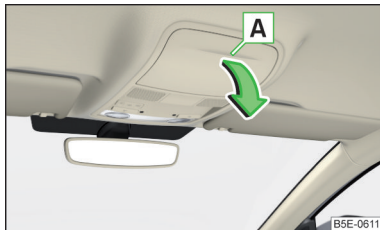

Abb. 107
- Zum **Öffnen** auf den Deckel des Brillenfachs im Bereich **A** drücken. Das Fach klappt in Pfeilrichtung » Abb. 107.